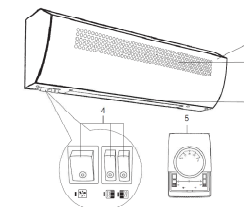

Рис. 1
Завеса (см. рис.1) состоит из корпуса* (1), изготовленного из листовой стали, покрытой высококачественным полимерным покрытием. Внутри корпуса расположены нагревательные элементы и вентиляторный блок. В завесах внутри корпуса расположены диаметрально вентиляторы и игольчатые электронагреватели («СТИТЧ-элементы»). Вентиляторы забирают воздух через переднюю перфорированную решетку корпуса (2), поток воздуха, проходя через нагревательные элементы, нагревается и выбрасывается через воздуховыпускное сопло (3) в виде направленной струи.